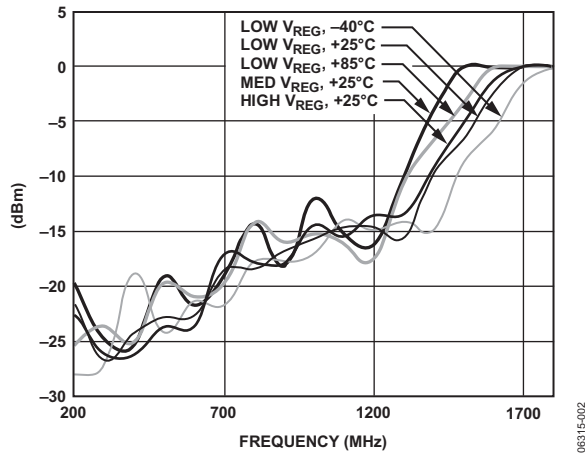

图2. N分频器(输入灵敏度)
- 考察图2中的灵敏度曲线图。为了确保对所有电源、在整个温度范围上均具有可靠的N分频性能，根据该图，最小输入功率至少应具有3 dB余量。